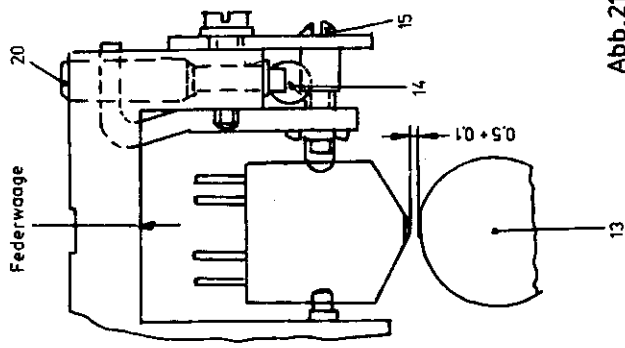

Abb. 21
Beim Einlegen der Magnetkarte muß der Magnetkopf  $(0,3 \pm 0,05)$  mm angehoben werden. Kopfandruckhebel (18) mit Federwaage so einstellen, daß die komplette Kopfhalterung mit  $(75 \pm 5)$  p auf den Exzenter (14) drückt. Bei  $(75 \pm 5)$  p beginnt die Kopfhalterung sich abzuheben. (Abb. 21)